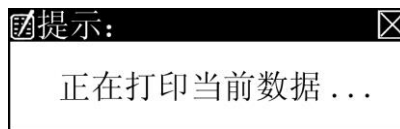

图 7.9
5) 按“打印”键，出现提示框如图 7.9，则可以将测试结果打印出来。